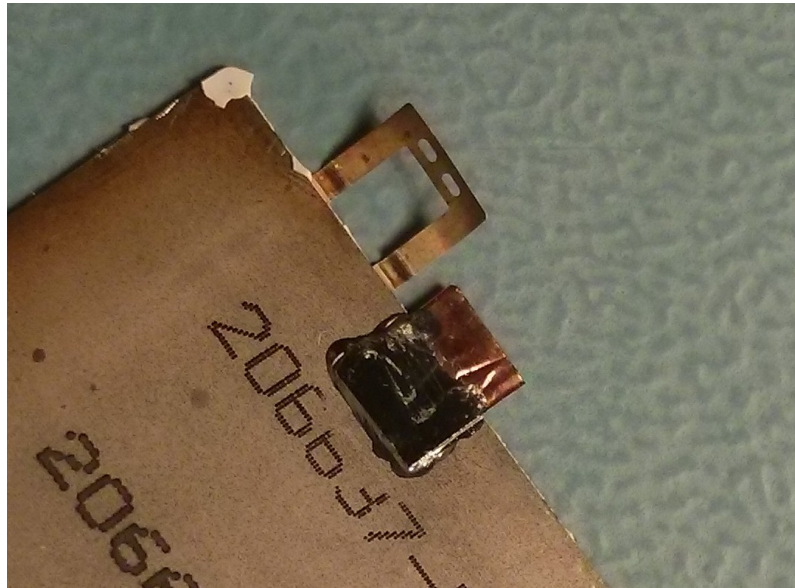

Figure 9: Tap loddet på (bemærk at det er en aasat2 solcelle)
- Rengør grundigt med sprit, se fig 9